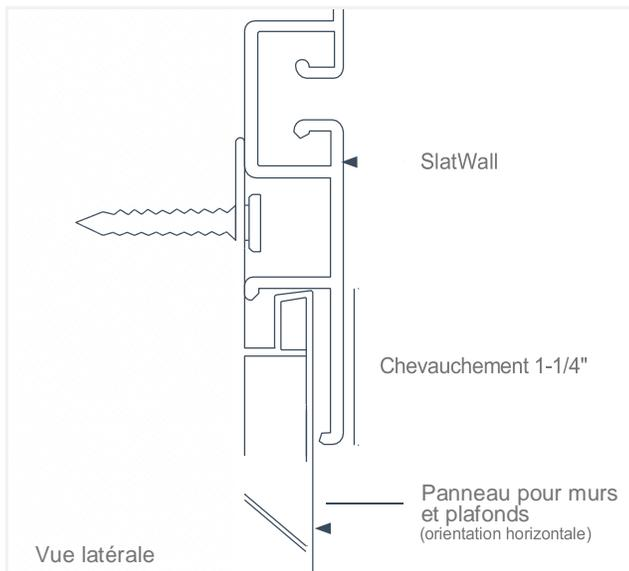
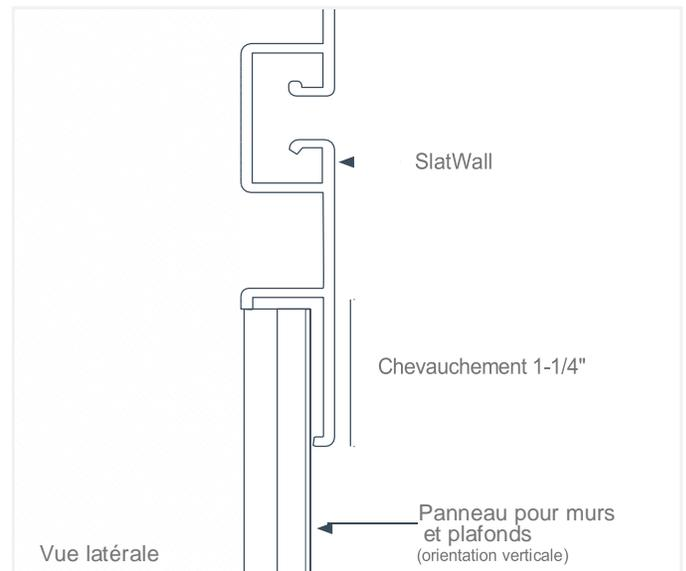

Fig. 5
Fig. 6
- Lors de la transition entre les panneaux pour murs et plafonds Trusscore et les panneaux SlatWall Trusscore, le panneau SlatWall le plus bas chevauche le panneau pour murs et plafonds d'environ 1- 1/4 po. La prise en compte de ce chevauchement est essentielle pour planifier avec précision la hauteur de l'installation des panneaux SlatWall. Le chevauchement s'applique aux orientations d'installation horizontale (Fig. 5) et verticale (Fig. 6) des panneaux pour murs et plafonds Trusscore.